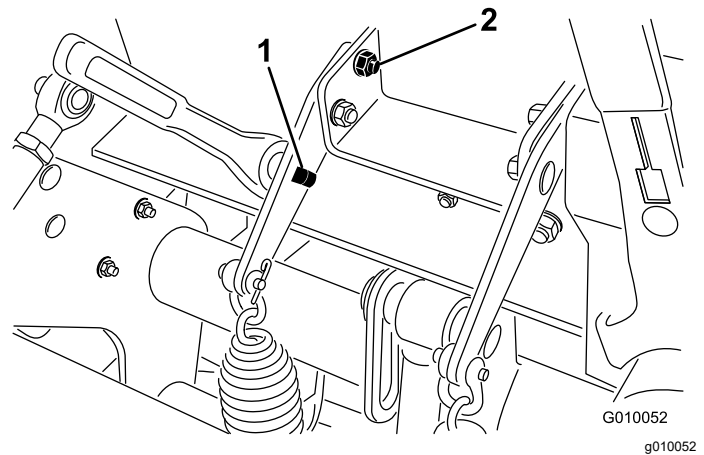

Figure 28
3. Insérez un manche à rochet de ½ pouce ou une barre de levier dans le trou carré de support de ressort (Figure 28).